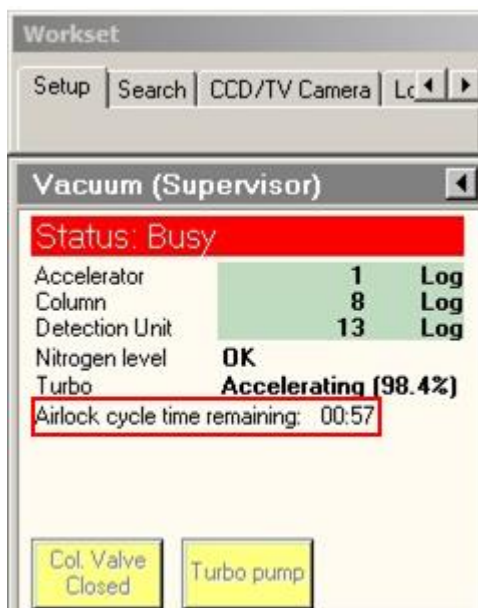

图13
- b. 电脑屏幕提示选择样品杆。选择【Single Tilt】，然后鼠标左键点击回车按钮。Turbo到100%左右后，【setup】界面提示倒计时（如图13所示）。